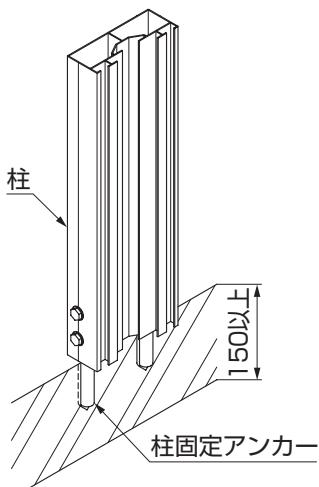

図1-2
- ①φ20のドリルで基礎部に必要な深さの孔を開けてください。(図1-2参照)